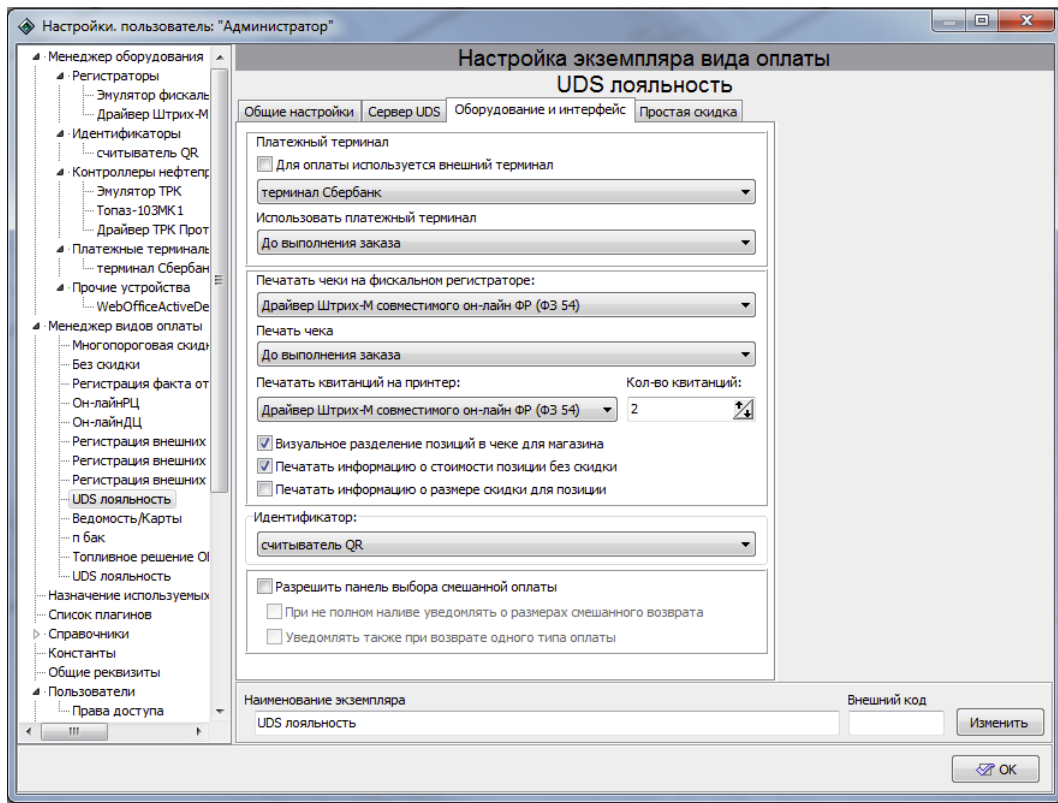

Рисунок 61. Настройка шаблона вида оплаты "UDS лояльность", вкладка "Оборудование и интерфейс".
- В разделе **"Оборудование и интерфейс"** можно подключить платежный терминал для безналичной оплаты и идентификатор для считывания QR-кода, если Вы используете данное оборудование (рисунок 61);